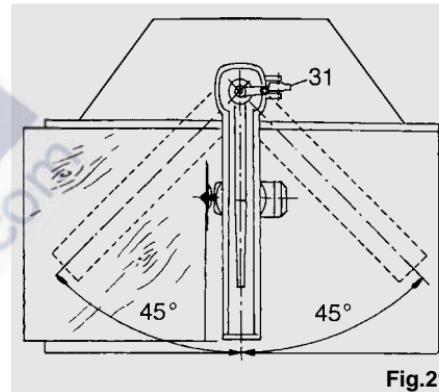

Fig.21
- Positioneer de arm op  $0^\circ$  zoals in de afbeel-ding 21 en zorg dat hij niet kan draaien door de hendel (31) in het betreffende vak te steken.
- Leg een plank tegen de aanslaglineaal, zaag deze over het hele bereik van de wagen en controleer dat de snede loodrecht is (zie de afbeelding 21).